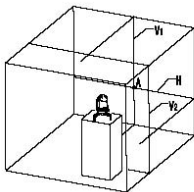

Fig. 11-1
3. Pivotez l'appareil à l'horizontale pour orienter le faisceau V1 vers le mur; marquez son intersection avec la ligne en tant que point A. (Voir fig. 11-1).